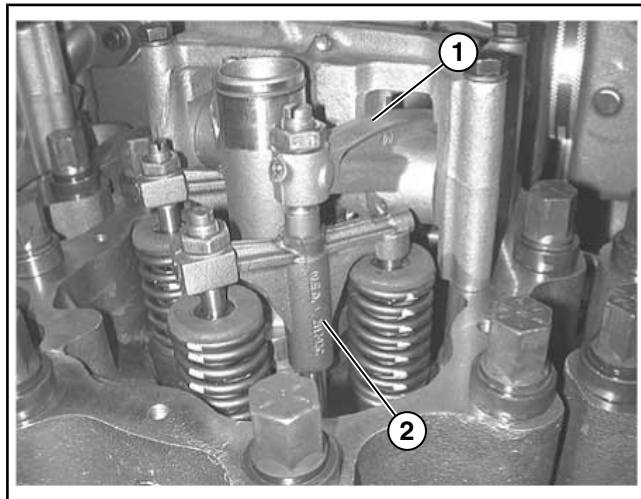

Рисунок 13.05-2: Настройка перемычки клапана
3. Сильно вдавите центральную часть узла перемычки клапана до полного контакта нерегулируемой стойки перемычки со штоком клапана (см. Рисунок 13.05-2).
5. Затяните контргайку для фиксации положения регулировочного винта (см. Рисунок 13.05-2).